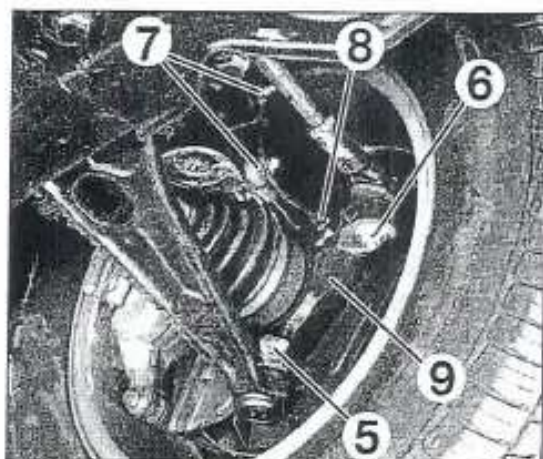

FIGURA 6-8
- Desmontar el perno de sujeción (5) (figura 6-8).
- Desmontar la tuerca de la rótula (6).
- Desmontar las fijaciones (7).
- Desmontar el captador ABS (8).
- Separar la transmisión de la mangueta (9).